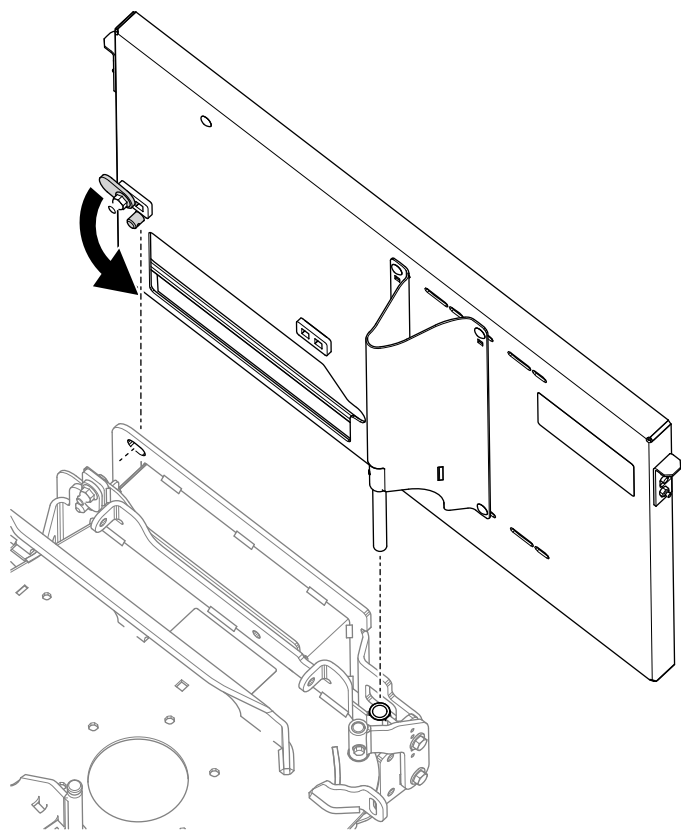

Figure 7
- Insérez la plaque latérale dans le tube sur l'adaptateur (Figure 7).
2. Insérez la goupille avant de la plaque latérale dans la fente de l'adaptateur. Tournez le loquet avant vers le bas pour bloquer le système de ramassage en place (Figure 7).